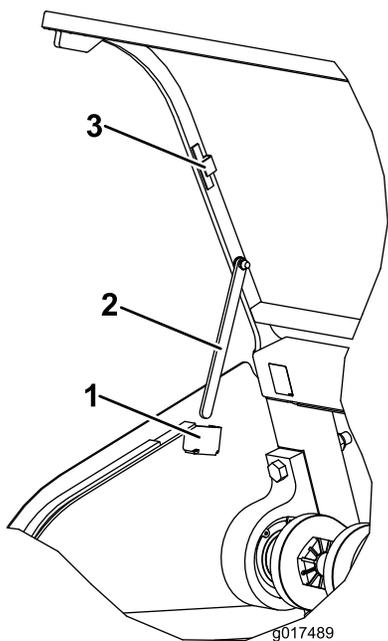

図 33
3. 各支持棒はマグネットで収納されているので、ブラケットから外して降ろし、キャッチに差し込む（図 33）。